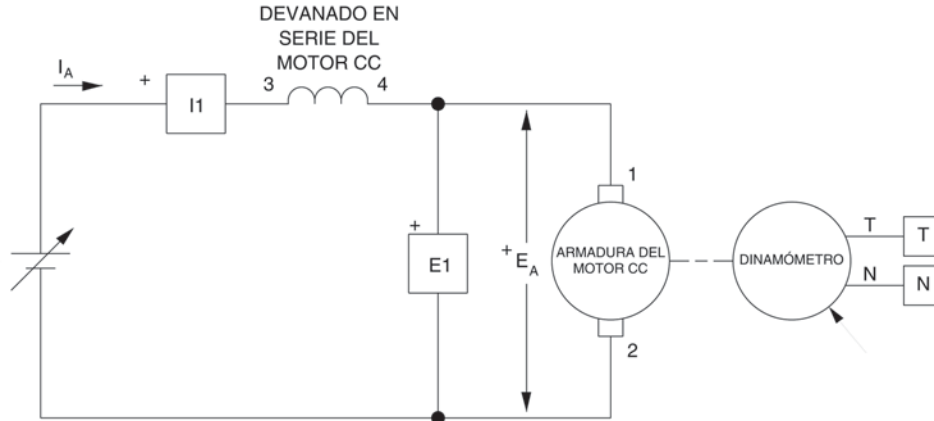

Figura 2-21. Motor serie acoplado al Dinamómetro.
En la cuarta parte, conectará el Motor de impulsión / Dinamómetro como un motor serie (véase el montaje de la Figura 2-21). Usted medirá los valores y trazará un gráfico de la velocidad n en función del par T del motor. Luego comparará dicho gráfico con el obtenido en el ejercicio anterior para el motor c.c. con excitación independiente.
- 17. Modifique las conexiones para obtener el circuito del motor serie de la Figura 2-21.